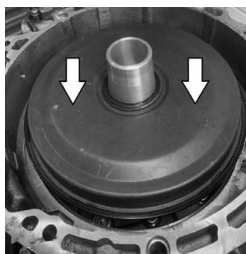

Fig. 3
- Virar a tampa externa ao contrário e inseri-la no cone de inserção (4) (ver fig. 3).